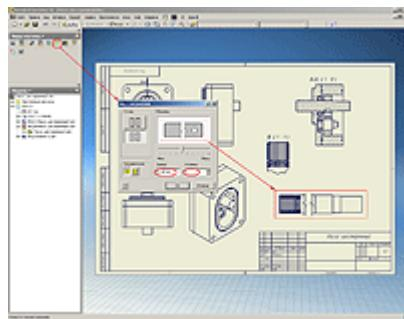

Рисунок 9
9. Чтобы создать вид с разрывами, необходимо нажать кнопку «Вид с разрывами» и указать на вид, на котором условно должна быть удалена часть детали или элемента. Затем на виде задаются начальное и конечное положение разрыва, а в открывшемся диалоговом окне параметры разрыва (стиль представления, величина зазора и интервала, его направление). Нажимаем кнопку «OK» (см. Рисунок 9).